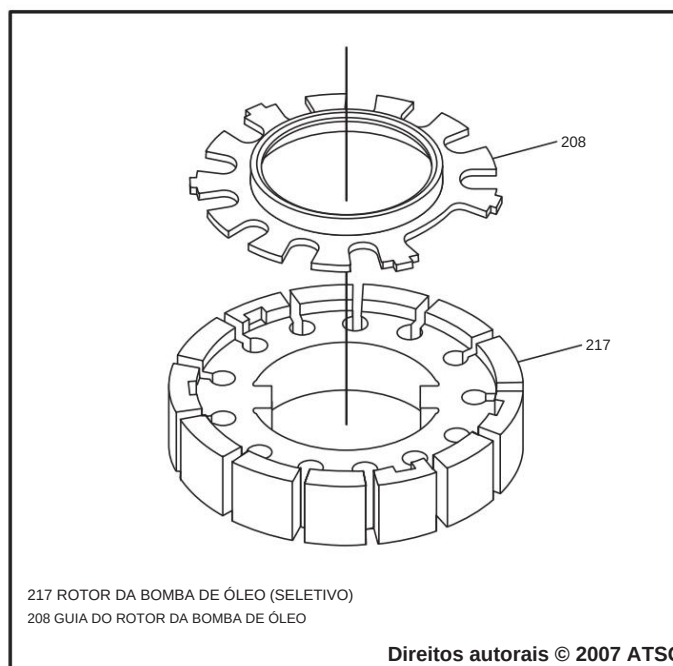

Figura 70
33. Instale a guia do rotor da bomba de óleo no rotor na direção mostrada na Figura 70 e retenha-a com uma pequena quantidade de Trans-Jel®.
**Observação:** Alinhe as guias da guia do rotor com os entalhes na parte inferior do rotor (veja a Figura 70).